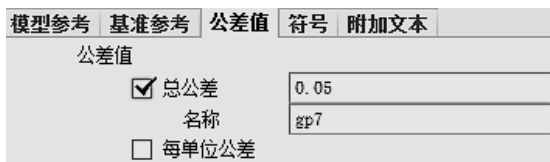

图 9-76 指定公差值
(5) 在【公差值】→【总公差】栏中填写 0.05，如图 9-76 所示。